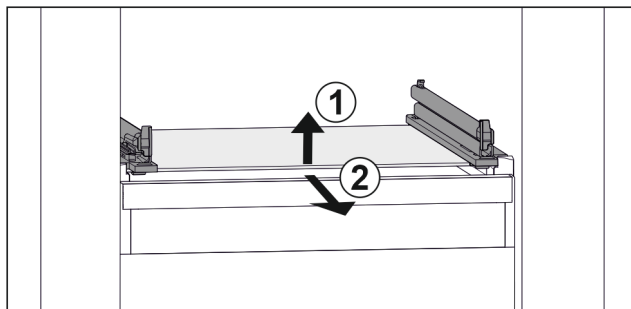

Fig. 76 Az üveglap példaként szolgáló ábrázolása
- ▶ Emelje meg az üveglap elejét. Fig. 76 (1)
- ▶ Vegye ki az üveglapot előre felé. Fig. 76 (2)